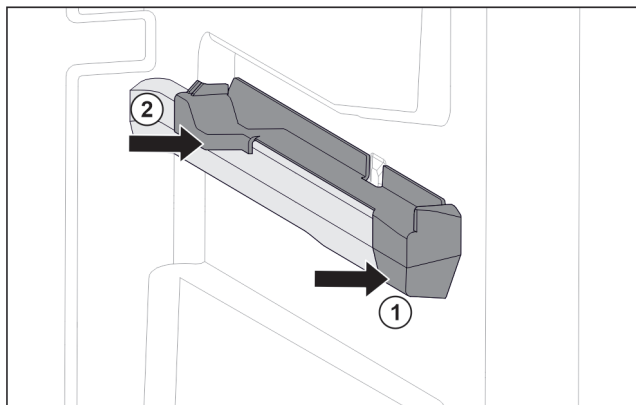

Fig. 79 Вставная часть на правом контейнерном ребре
- ▶ Наденьте вставную часть спереди на контейнерное ребро. Fig. 79 (1)
- ▶ Нажмите на вставную часть сзади. Fig. 79 (2)